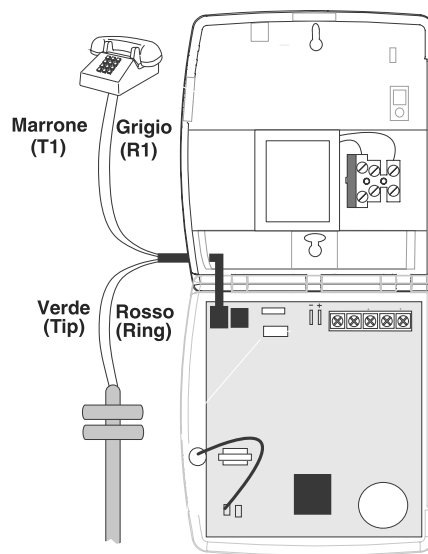

Figura 9. Collegamenti elettrici per impegno totale della linea senza RJ-31X
1. Collegare i fili verde, rosso, marrone e grigio del cordone a 8 conduttori del telefono con la centrale di allarme come illustrato in Figura 9. Per tutte le giunzioni utilizzare connettori resistenti all'atmosfera dell'ambiente circostante.